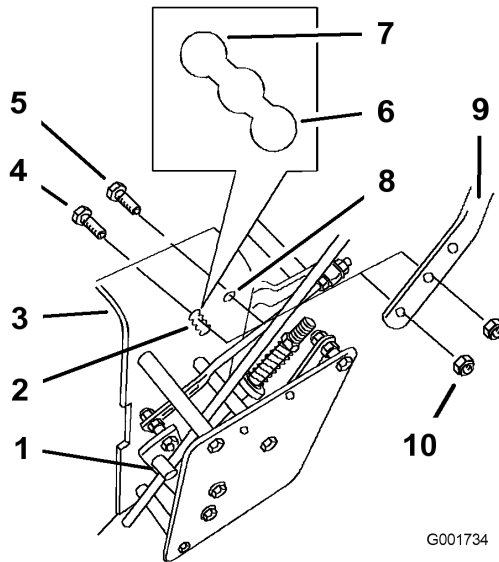

Figura 23
2. Afloje los pernos con arandela prensada superiores y la tuerca con arandela prensada (3/8 x 1-1/4 pulgada) que sujetan el manillar al bastidor trasero (Figura 23).
3. Quite los pernos inferiores con arandela prensada (3/8 x 1 pulgada) y las tuercas con arandela prensada que sujetan el manillar con el bastidor trasero (Figura 23).